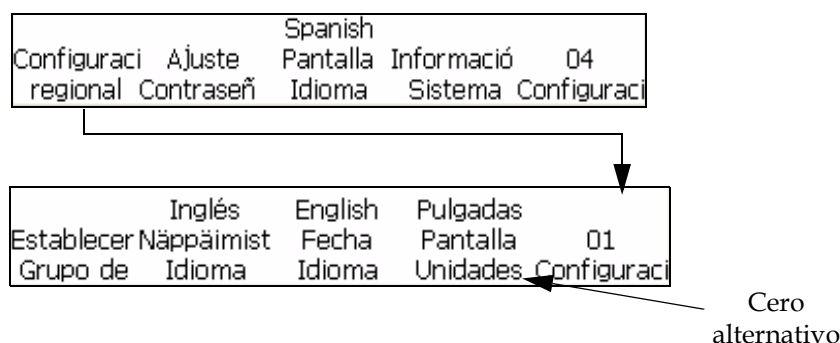

Figura 5-60: Marco <01 Configuración> - Cero alternativo
- 1 Comience en el marco <04 Sistema> (01 Edición > 02 Edición > 03 Edición > 04 Edición - Sistema Ajuste > 01 Sistema > 02 Sistema > 03 Sistema > 04 Sistema - Configuración Configuración > 01 Configuración). Consulte la Figura 5-60.